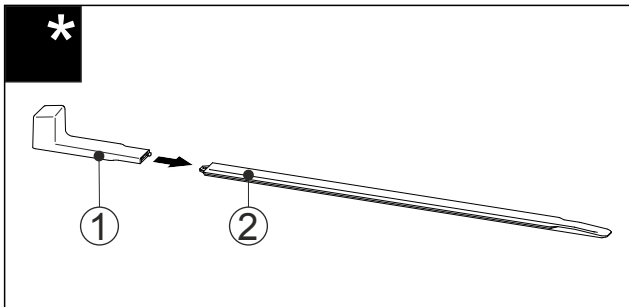

Fig. 56
- ▶ Вставте монтажну ручку Fig. 56 (1) на вирівнювальну рейку Fig. 56 (2).